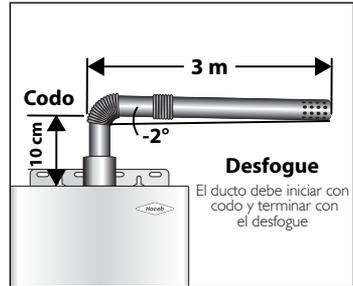

Figura 10.
- Si la instalación es horizontal se debe tener una inclinación negativa de 2 grados ( $-2^\circ$ ), y se debe mantener **(Ver figura 10)**.
- La longitud máxima del ducto de evacuación con un solo codo es de 3 m horizontal **(Ver figura 10)**.
- La longitud mínima del ducto requerida antes de instalar la longitud total del mismo debe ser 10 cm **(Ver figura 10)**.